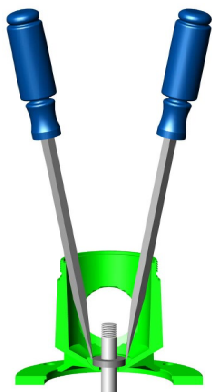

Figura 15 - Remueva el Sello Mecánico
4. Remueva el ensamblaje del sello mecánico. La parte rotatoria del ensamblaje del sello (anillo de carbono, el empaque Buna-N y resorte) fácilmente deslizará del extremo del eje. La parte cerámica separará del asiento de goma usando dos (2) destornilladores (vea la figura 15).